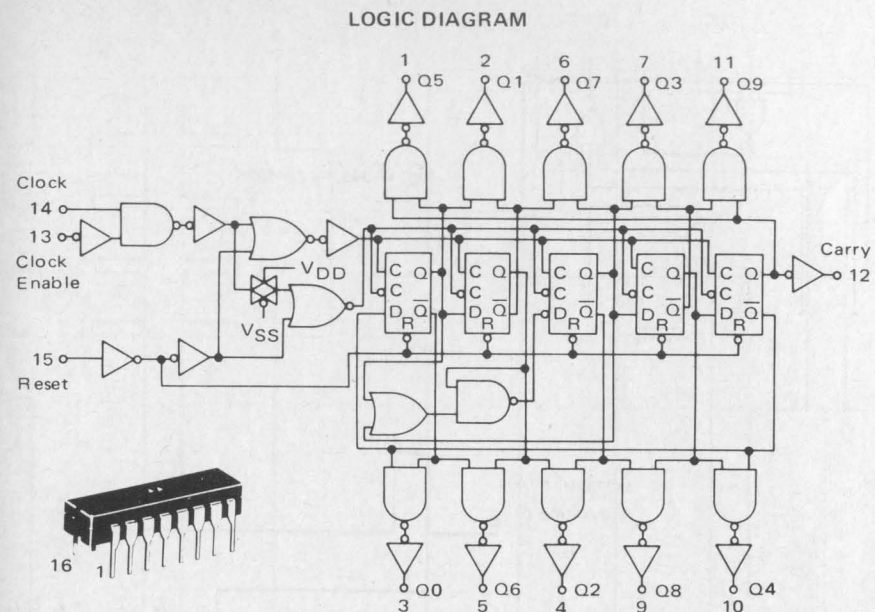

Fig. VI-31. — Structure de la décade 4017 et brochage (+ au 16, — au 8).
- Un compteur d'impulsions : c'est la partie intégrée. Les composants les plus récents ont été utilisés : les circuits numériques C.MOS, ayant le mérite d'une consommation tellement faible, qu'il est presque impossible de la mesurer. On a une décade 4017, dont la figure VI-31 donne la structure interne et le brochage.